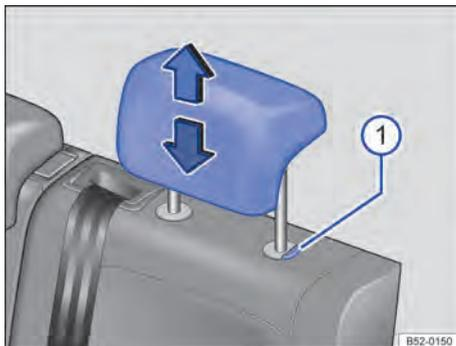

Fig. 69 Apoio para cabeça traseiros: ajustar. ▶
- Deslocar o apoio para cabeça para cima ou para baixo na direção da seta com o botão → Fig. 69 ① pressionado → ▲ em *Introdução ao tema* na página 85.